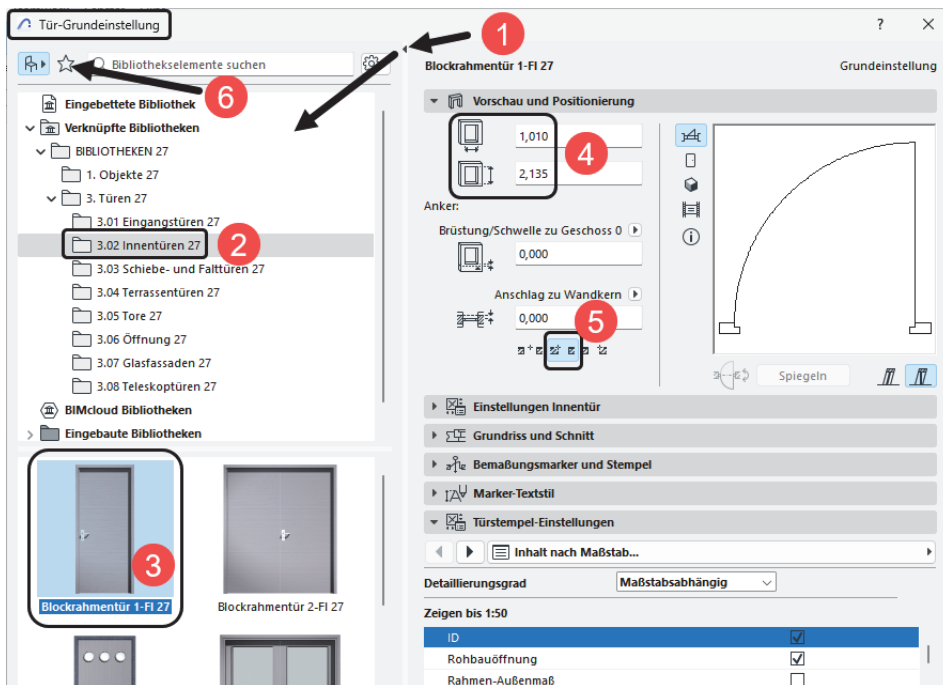

Abb. 1.48: Tür auswählen und Parameter bestimmen
Die erste Tür soll nun an der in Abbildung 1.19 gezeigten Position in der rechten Außenwand 2,49 m unterhalb der Wandecke oben eingebaut werden. Es ist keine Eingangstür, weil später noch ein Windfang davorgebaut wird. Wenn Sie aus dem Werkzeugkasten das Tür-Werkzeug  aktivieren, erscheinen wieder die wichtigsten Eingabefelder im INFOFENSTER und alle im EINSTELLUNGSDIALOG  (**[Strg]+[T]**) der TÜR-GRUNDEINSTELLUNG (Abbildung 1.48). Die Tür kann mit einem der Pfosten oder der Mitte positioniert werden. Laut Bemaßung ist der Ankerpunkt links nötig  (Abbildung 1.19).
Den richtigen Typ der Tür können Sie aus VERKNÜPFTE BIBLIOTHEKEN ❶ auswählen (Abbildung 1.48):
- *Blockrahmentür 1-Fl 27* ❷, ❸.
- Geben Sie die *Abmessungen* ein ❹ und
- aktivieren Sie den *Ankerpunkt* ❺.
- Bei Bedarf können Sie mit dem *Favoriten-Werkzeug* ❻ die Tür gleich zu Ihren *Favoriten* hinzufügen.